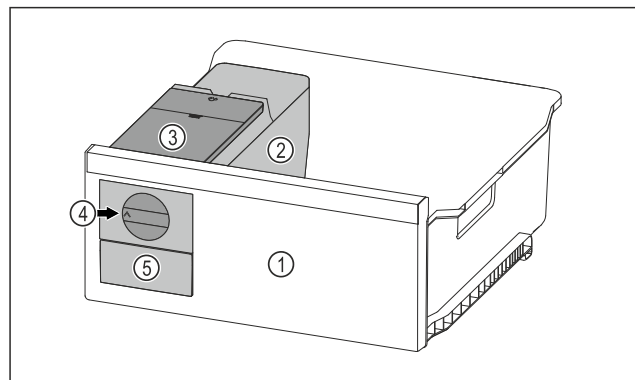

Fig. 108 Immagine a titolo di esempio
- Ruotare la manopola Fig. 108 (4) verso destra finché non si arresta.
- I cubetti di ghiaccio cadono dalla ciotola dei cubetti di ghiaccio nel cassetto dei cubetti di ghiaccio Fig. 108 (5). Se non tutti i cubetti di ghiaccio fuoriescono dalla ciotola dei cubetti di ghiaccio: